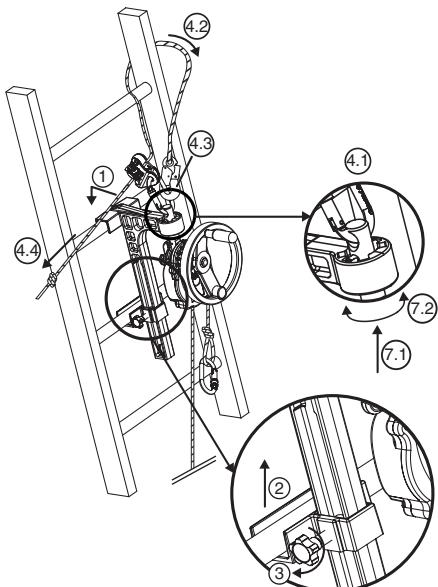

Fig. 6
#### 6.3.2. derope™-toestel UP B (Fig. 6)
1. Plaats de grote console, vergrendelbaar op de sport van de ladder in de gekozen positie om de reddingsoperatie uit te voeren, boven de te evacueren persoon (Fig. 6, 1).
2. Hermoneer de blokkeergeleiding ter hoogte van de sport onmiddellijk onder deze waarop de grote console bevestigd is (Fig. 6, 2).
3. Zet de blokkeerpen van de geleiding vast aan de hand van de klemknop die zich aan de zijkant van de console bevindt (Fig. 6, 3).
- Bevestig de connector van de afstelinrichting LCM 05 in het bovenste gat van de verankering (Fig. 6, 4.1).
- Breng de leiriem rond het sport van de ladder boven de console door één van de steigers van de ladder te omleiden (Fig. 6, 4.2).
- Koppel de connector van de leiriem aan op de connector van de afstelinrichting LCM 05 (Fig. 6, 4.3).
- Span de leiriem op door aan het vrije uiteinde te trekken (Fig. 6, 4.4).
- 7. Richt het derope™-toestel naargelang de behoeften en wijzig de positie van de verankerpen in de indexeerpen (Fig. 6, 7.1 – 7.2).